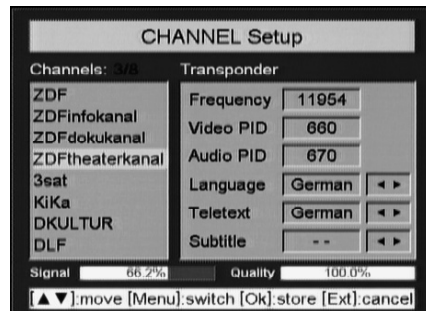

Bild 12, CHANNEL Setup-Fenster
7. Danach auf **Search** springen und die Taste **OK** drücken. Es startet der automatische Suchlauf und listet alle gefundenen TV- und Radio-Programme in einem neuen Fenster (Bild 12) auf.